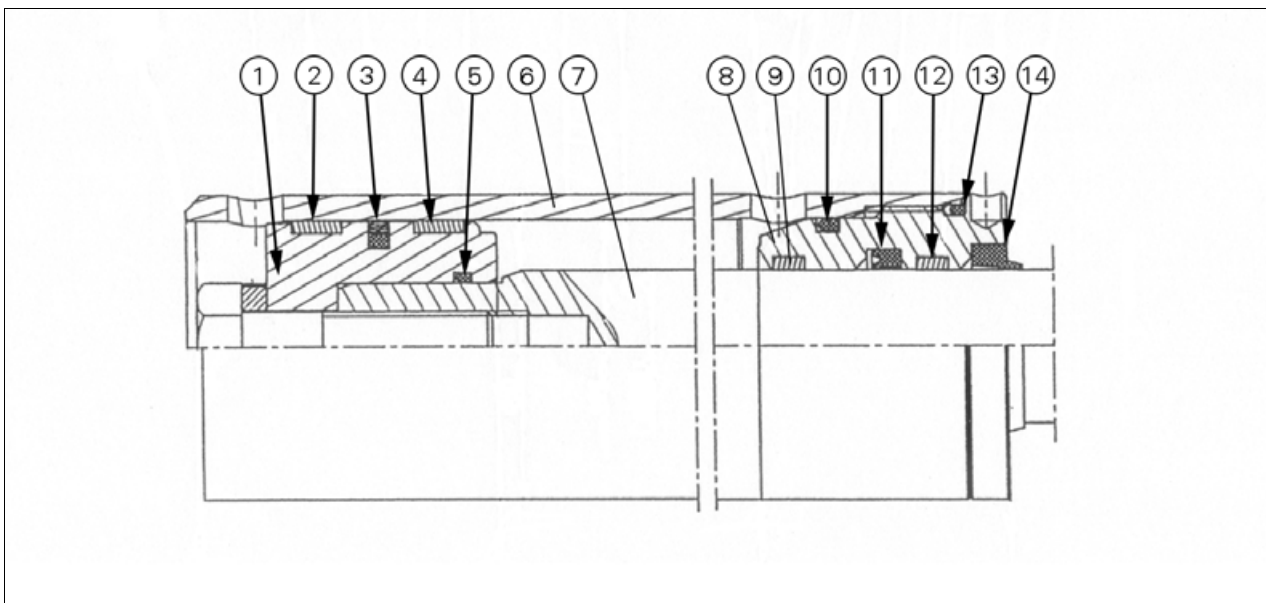

Рис. 10.
**Перечень компонентов рис. 10:**